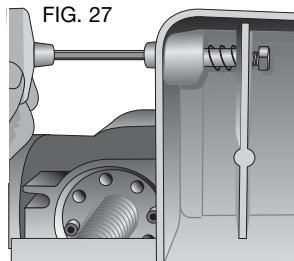

FIG. 27
- Sous la raboteuse, utiliser une clé pour immobiliser l'écrou pendant que l'on y insère le boulon à gradins. On peut utiliser le tourne-à-gauche intégré à la raboteuse pour tourner le boulon à gradins jusqu'à ce qu'il soit bien serré (fig. 27).